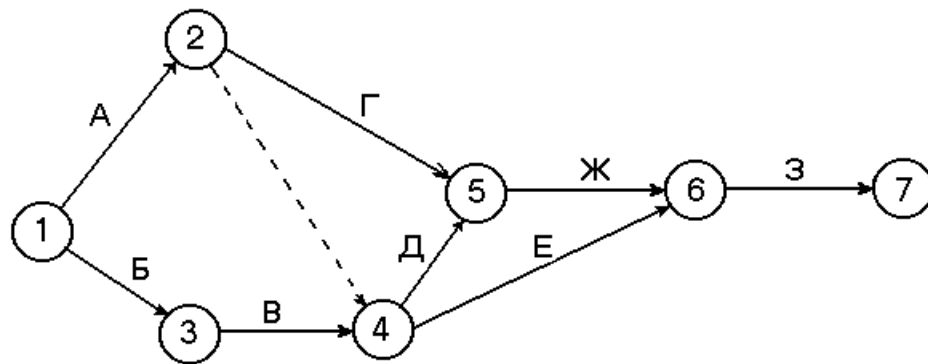

Рис. 5.6. Сетевой график
Решение. Составим сетевой график комплекса работ. Исходное событие (1) означает момент начала выполнения проекта. Работам А и Б не предшествуют никакие работы, следовательно, на графике они изображены дугами, выходящими из исходного события. Работе В предшествует работа Б, поэтому на графике дуга В непосредственно следует за дугой Б. Событие (2) означает момент окончания работы А, и начала работ, которым она предшествует. Работе Д предшествуют работы А и В. На графике эта зависимость отражена с помощью введения фиктивной работы (2, 4). Аналогично с учетом взаимосвязей изображаются на графике (рис. 5.6) все оставшиеся работы. Завершающее событие (7) означает момент выполнения всего проекта. Номера, присвоенные нами событиям (рис. 5.6), соответствуют правилам ранжирования. Работу, соединяющую соседние события с номерами i и j , теперь будем обозначать (i, j) . В новых обозначениях работа В примет вид (3, 4), ее продолжительность $t_{34} = 4$.